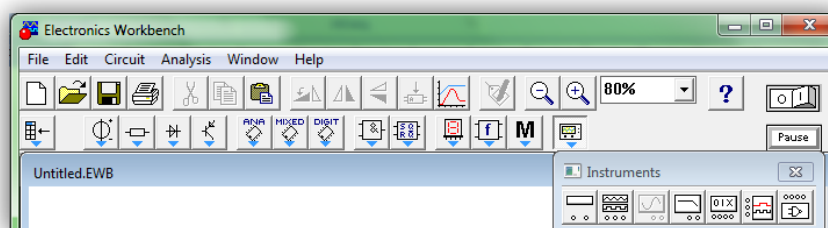

Рисунок 5 – Набор Instruments (инструменты)
5. Из набора Instruments (инструменты рисунок 5):